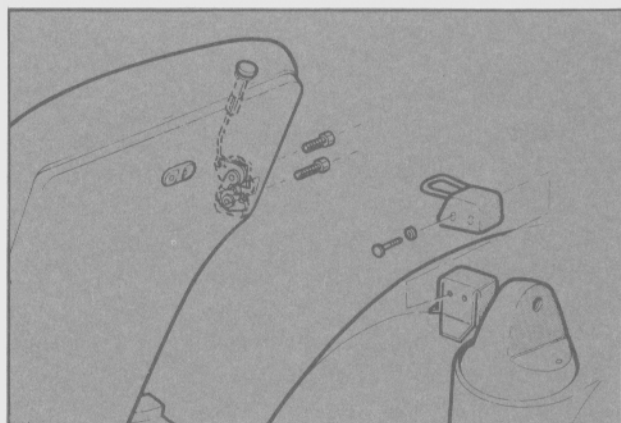

Fig. 26 - Mecanismo de traba de respaldo Modelo L.
- Desplazar el tapizado y la espuma de poliuretano para tener acceso a los tornillos (2) de sujeción del mecanismo, ubicados lateralmente. Retirar los mismos (Fig. 26).
- Colocar los tornillos de retención del mecanismo y ajustarlos (Fig. 26).